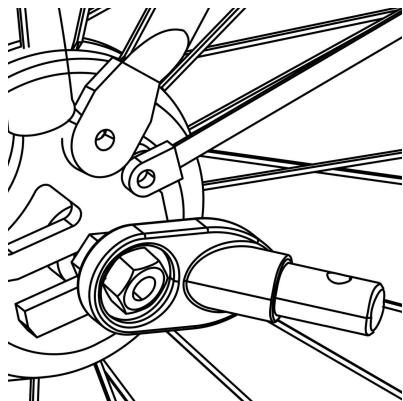

Rysunek 10
1. Oś szybkozamykająca : Zdjąć szybkozamykacz z lewej strony tylnej osi roweru. Zamontuj zaczep pomiędzy szybkozamykaczem a ramą. Dokręć szybkozamykacz zgodnie z instrukcją producenta roweru. Zaczep może pozostać na rowerze po zdjęciu przyczepki (Rysunek 10).